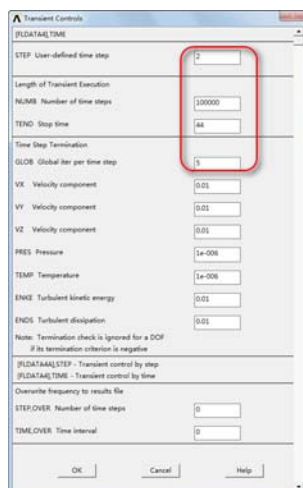

图 9-122 “Transient Controls”对话框
⑤单击“OK”按钮会弹出“Transient Controls”对话框, 如图 9-122 所示, 在“STEP User-defined time step”输入框输入 2, 在“NUMB Number of time steps”输入框输入 100000, 在“TEND Stop time”输入框输入 44, 在“GLOB Global iter per time step”输入框输入 5, 其余采用默认设置, 单击“OK”按钮关闭该对话框。
以上的例子只给出了 44s 状态下的压力场、速度场和网格模型, 若想得到任意时间 ($t < 44s$) 的压力场、速度场和网格模型, 只需在设置求解控制选项时, 在图 9-122 所示的“Transient Controls”对话框的“TEND Stop time”输入框中输入想要分析的时间, 例如 10s、22s 等。